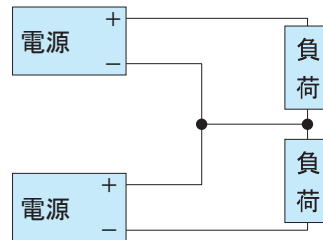

図3.1 直列運転
■図3.1の配線をすることによって、直列運転が可能です。ただし、(a)の場合、出力電流は直列接続している電源のいずれか小さい方の定格電流以下とし、電源内部に定格以上の電流が流れ込まないようにしてください。